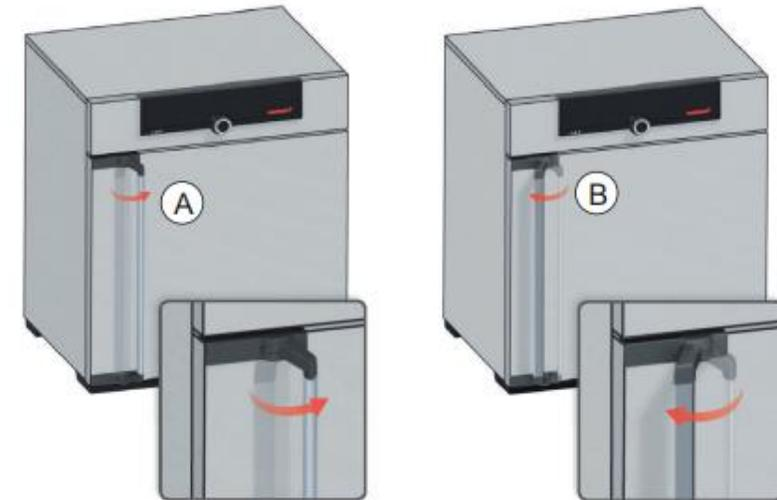

Figura 5. Visión general del regulador.
- Abra la puerta exterior; tome el tirador de la puerta y hale hacia la derecha (sentirá un pequeño click), para cerrar la puerta mueva el tirador hacia la izquierda hasta sentir un click (**Figura 5**).